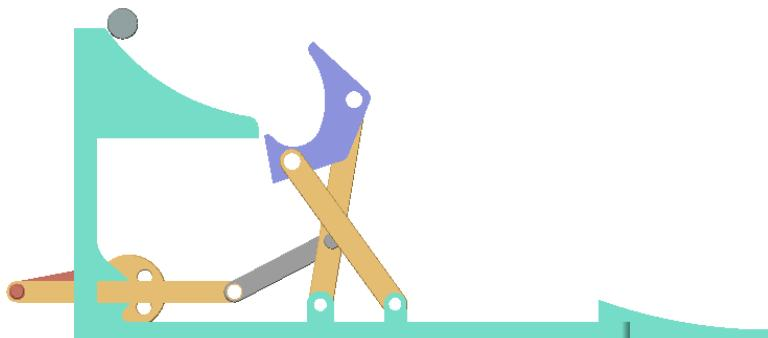

图 9.5.39 调整模型位置
(3) 将模型显示切换到 FRONT 视图, 调整 ROLL_PART 的位置大致如图 9.5.39 所示。